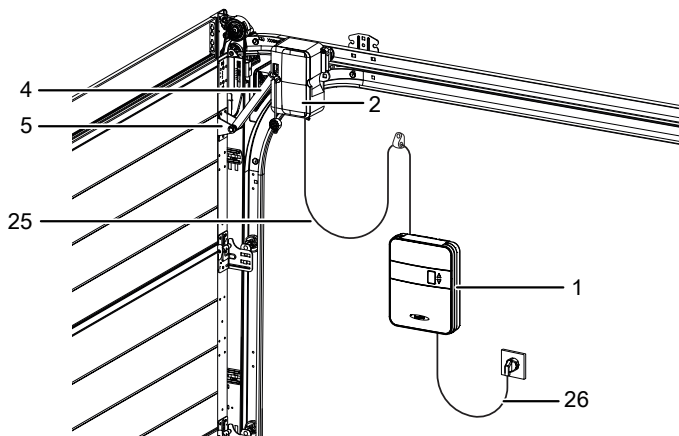

Fig. 1: Vista general del producto - Montado
En puertas de garaje con puerta de paso, debe instalarse un contacto de puerta de paso (accesorio) y conectarse al cabezal del motor (2) (fig. 12a). Afloje los tornillos de la cubierta del cabezal del motor (2) y retire la cubierta (fig. 12b). Abra la lengüeta falsa en el lateral de la carcasa del cabezal del motor usando unos alicates para ello (fig. 12c). Coloque el cable de conexión a lo largo del brazo de palanca (4) y fíjelo con abrazaderas. Asegúrese de que el cable tiene suficiente libertad de movimiento (fig. 12d). Conecte el cable del contacto de la puerta de paso al bloque de bornes (fig. 12e). Vuelva a colocar la cubierta en la carcasa y atorníllela de nuevo (fig. 12f). Después de instalar el contacto de la puerta de paso en la unidad de control, retire la resistencia de 8k2 del borne G. Véase también la fig. 1 en el capítulo "Vista general esquema de conexión".